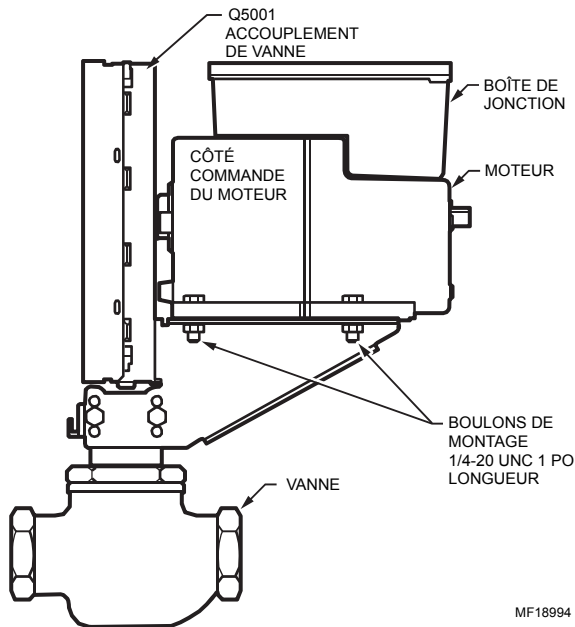

Fig. 4. Fixation du servomoteur à un accouplement de vanne Q5001.
3. Fixer le servomoteur au support à l'aide des quatre boulons fournis (voir la Fig. 4).